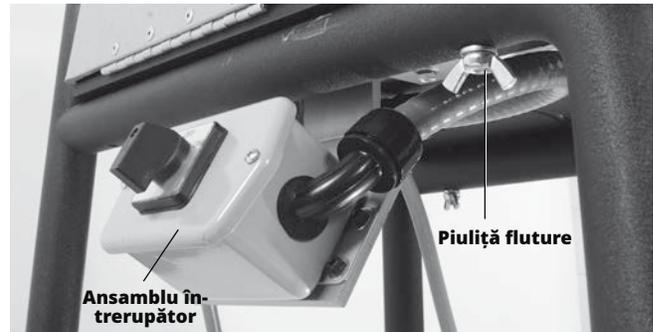

Figura 5 – Montarea Dispozitivului de roluire caneluri pe stativ
4. Montați ansamblul Dispozitiv de roluire caneluri/bază pe stativ cu ajutorul a patru (4) șuruburi hexagonale $\frac{3}{8}$ " – 16 x 2 $\frac{3}{4}$ ", șaibe și piulițe cu aripi (figura 5). Așezați cu grijă ansamblul comutatorului sub șina stativului. Este posibil să fie necesară deplasarea picioarelor stativului pentru a alinia ansamblul de bază.